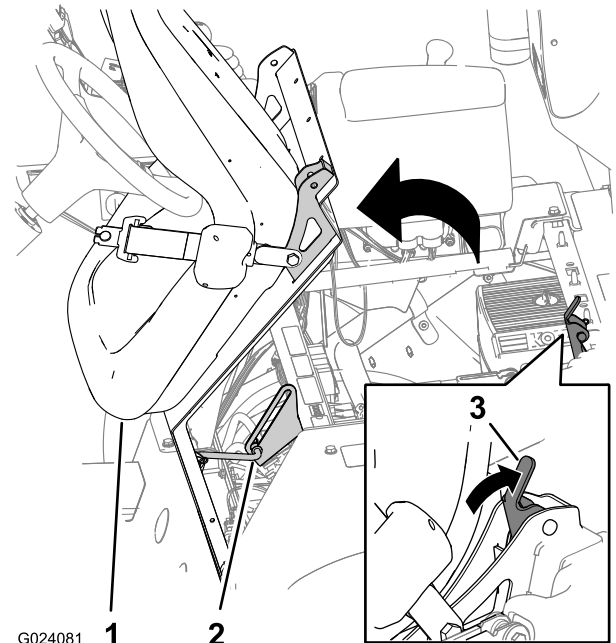

Figura 3
2. Desengate o banco empurrando a alavanca de engate do banco para trás (Figura 3).
3. Rode o banco e a placa do banco para a frente até que a extremidade da barra de apoio, no suporte da barra de apoio, fique na parte inferior da ranhura do suporte (Figura 3).